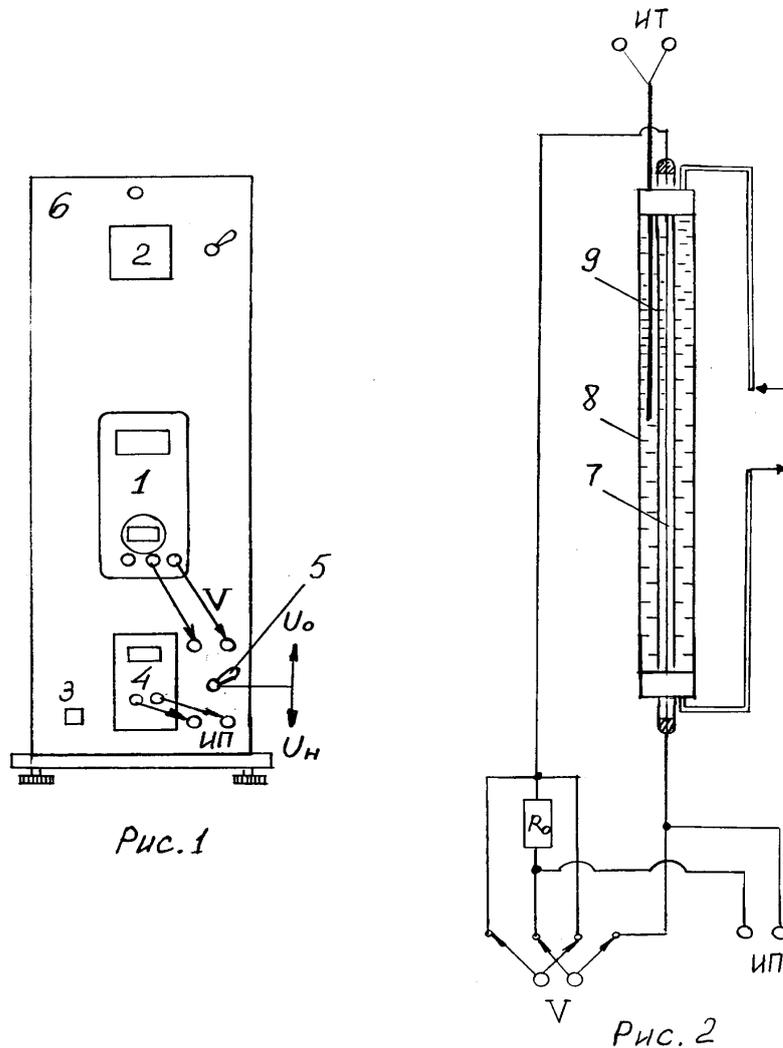

Рис. 5.1 – Схема установки
Схема экспериментальной установки приведена на Рис.5.1.
1) На передней панели находится двухканальный измеритель температуры (2) типа 2ТРМО, подключённый к хромель-копелевой термопаре, универсальный вольтметр (1) типа МУ-67 с автоматическим переключением пределов измерений, тумблёр электропитания установки (3), разъёмы (V) для подключения вольтметра (1), тумблёр (5) для переключения вольтметра на измерение падения напряжения на образцовом сопротивлении ( $U_o$ ) и напряжения на вольфрамовой проволоке ( $U_n$ ).
2) На Рис.5.1 приведена принципиальная схема рабочего участка, электрическая схема питания и измерений. Нагреваемая вольфрамовая проволока-нить (7) находится в цилиндрическом стеклянном баллоне (8) с двойными стенками, между которыми находится вода. Внутренняя трубка вакуумирована до 10-5 мм. рт.ст. Температура стенки этой трубки  $T_2$  считается равной температуре воды циркулирующей между двойными стенками и постоянной в течение опыта. Она определяется хромель-копелевой термопарой (9), соединённой с измерителем температуры (2). Баллон с нитью укреплен в модуле (6), который находится на лабораторном стенде. Электропитание к вольфрамовой проволоке подводится внутри установки от источника питания (4). Последовательно с вольфрамовой проволокой включено образцовое сопротивление ( $R_o$ ) для определения величины электрического тока в цепи по измеренному значению падения напряжения на  $R_o$ . Для измерения напряжения на вольфрамовой проволоке  $U_n$  и напряжения на образцовом сопротивлении  $U_o$  к разъёмам V подключается мультиметр (1).